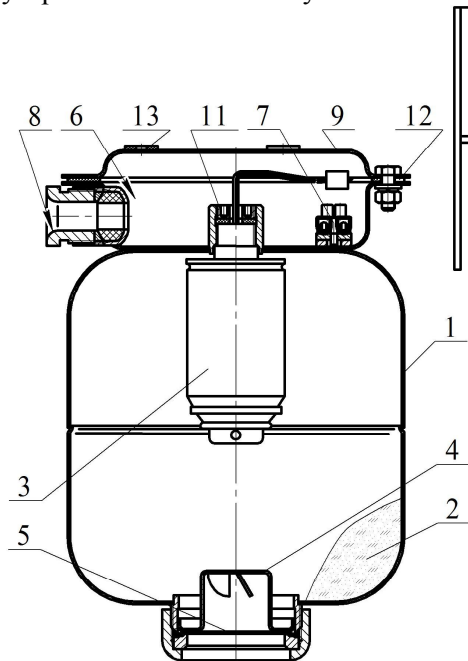
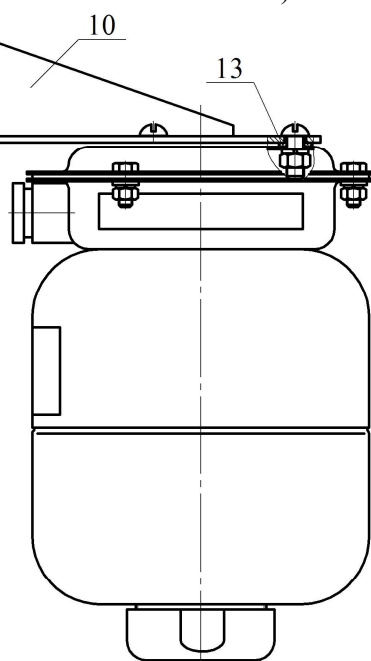

Рисунок 1
Рисунок 2
3.3.2 В комплект поставки для перезарядки МПП входят (см. рисунок 1):
В верхней части МПП снабжен кронштейном **9** для крепления к потолочному перекрытию (рисунок 1) или кронштейном **10** для крепления к стене (рисунок 2).
2.1.3 Закрепить кронштейн 9 (см. рисунок 1) на потолке или кронштейн 10 (см. рисунок 2) на стене. Крепление кронштейна 9 к потолку производить через резиновые кольца 13. Координаты отверстий в кронштейне, предназначенном для крепления МПП на потолке, приведены на рисунке 4а), на стене – на рисунке 4б).
2.1.4 Через резиновую прокладку 12 (см. рисунок 1) состыковать МПП с кронштейном и закрепить соединение гайками. Соединение МПП с настенным кронштейном 10 производить через резиновые кольца 13 (см. рисунок 2).